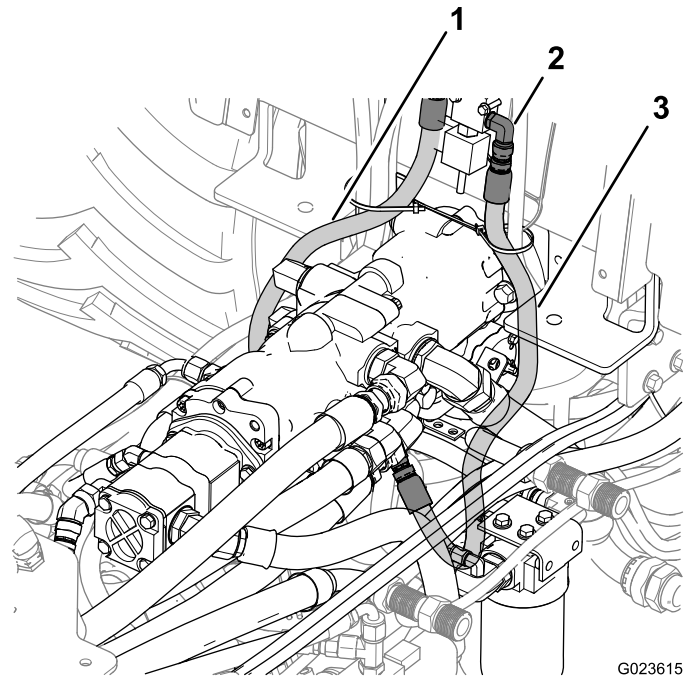

Figura 7
situado en la parte inferior del colector hidráulico principal (Figura 7 y Figura 8).
6. Asegúrese de que la manguera no está en contacto con ninguna superficie dura, y sujétela a las otras mangueras a la altura de la chapa de suelo con una brida (Figura 7 y Figura 8).